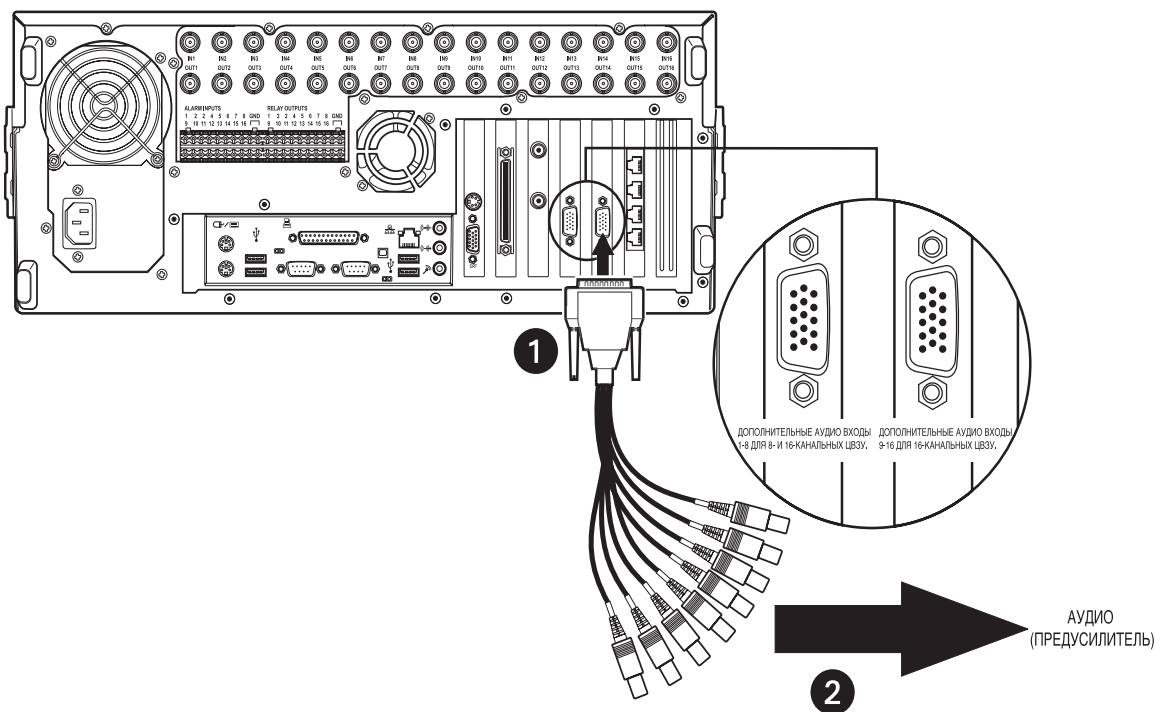

Рисунок 70. Подключение аудио разъема
1. Подключите 15-контактный разъем аудио типа D-sub к задней панели ЦВЗУ для обеспечения восьми независимых аудиовходов. См. Рисунок 70.